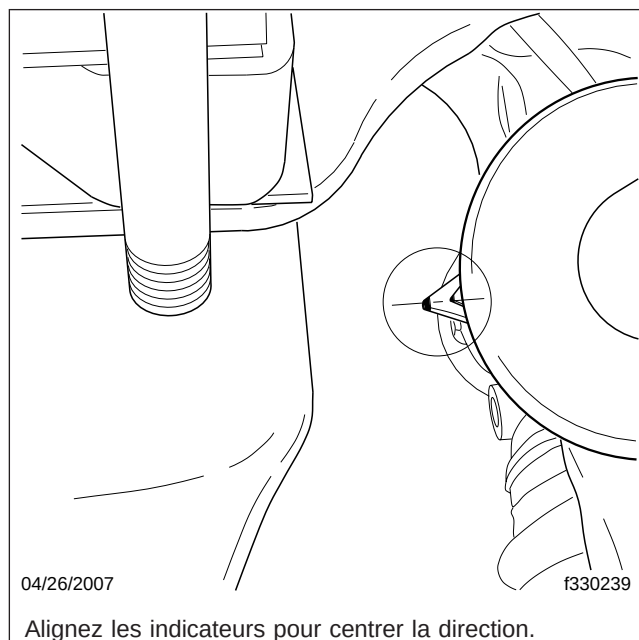

Fig. 3, Centrage du boîtier de direction à crémaillère
5. Placez une plaque ou une table tournante sous les deux pneus avant. Retirez les chandelles et abaissez le véhicule. Retirez les ergots d'arrêt des jauges; assurez-vous que les pneus sont exactement en ligne droite avant. Sur les véhicules dotés d'une direction à crémaillère, centrez la crémaillère à l'aide des indicateurs qui se trouvent à l'avant du carter de l'arbre d'entrée. Voir la figure 3.